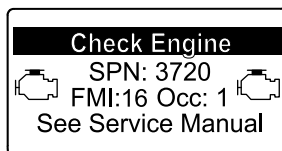

Figura 48
- Aviso do motor SPN 3720, FMI 16 (Figura 48)